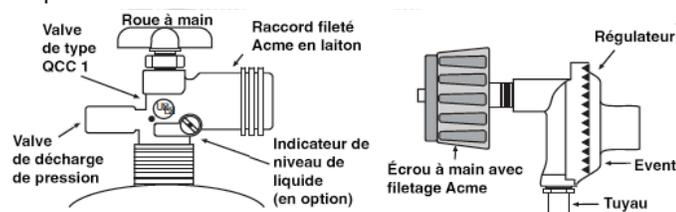

Figure 7
- Le régulateur de pression et l'ensemble de tuyaux utilisés doivent correspondre à la spécification de Type I par ANSI Z 21.58/CGA. 1.6 (Voir Figure 7)
Tournez l'écrou à main dans le sens antihoraire jusqu'à ce qu'il soit détaché. Voir la Figure 7.